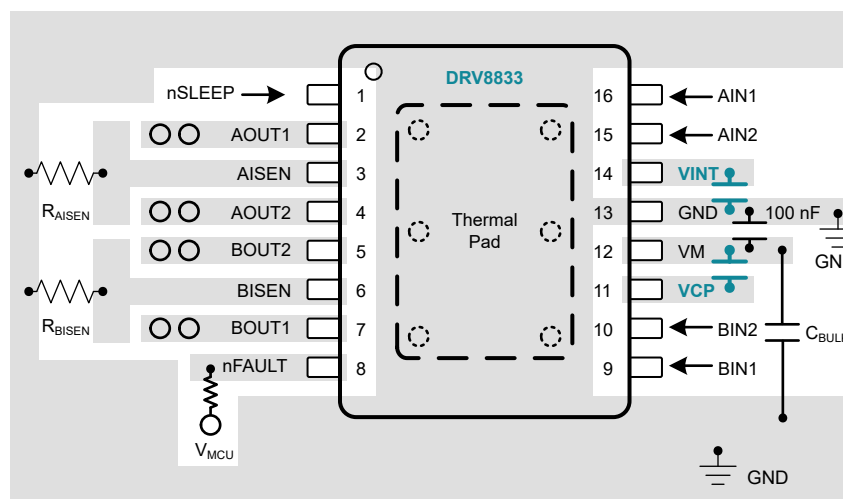
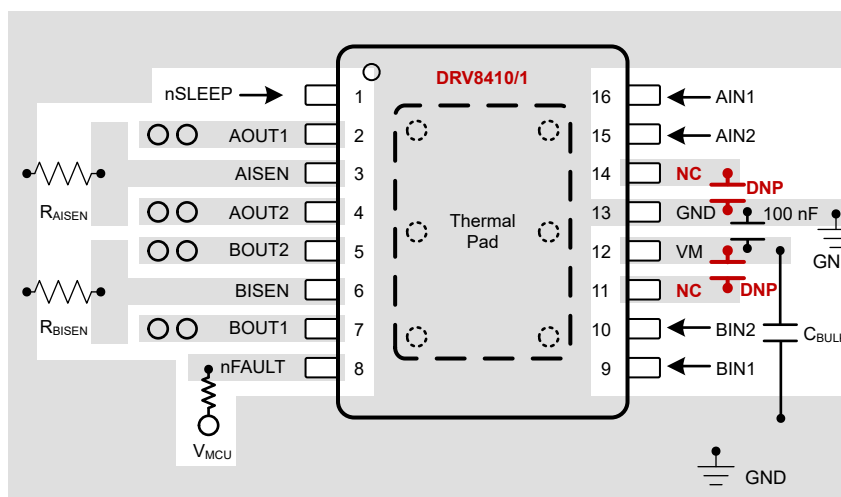

図 10-21. DRV8833 レイアウト例
図 10-22. DRV8410/1 とフットプリント互換のレイアウト例
- DRV841xPWP は、図 10-21 および図 10-22 に示すように、HTSSOP パッケージの DRV8833 および DRV8833C と同じフットプリントを使用できます。